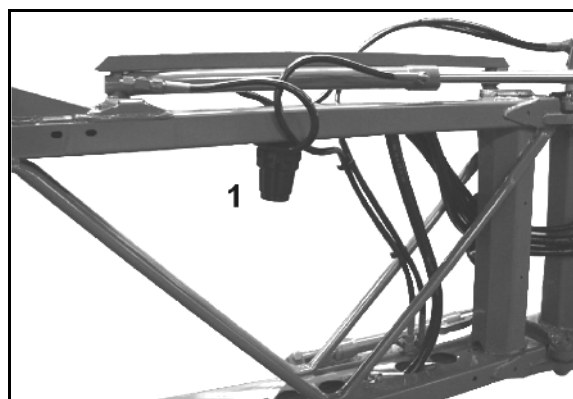

Fig. 202
1. Afmonter ventilen (Fig. 202/1) og skiven (Fig. 202/2).
2. Sæt hjælpeværktøjet i dækselnoterne, og skru dækslet (Fig. 202/3) af.
3. Kontrollér membranen (Fig. 202/4), og udskift en defekt membran.